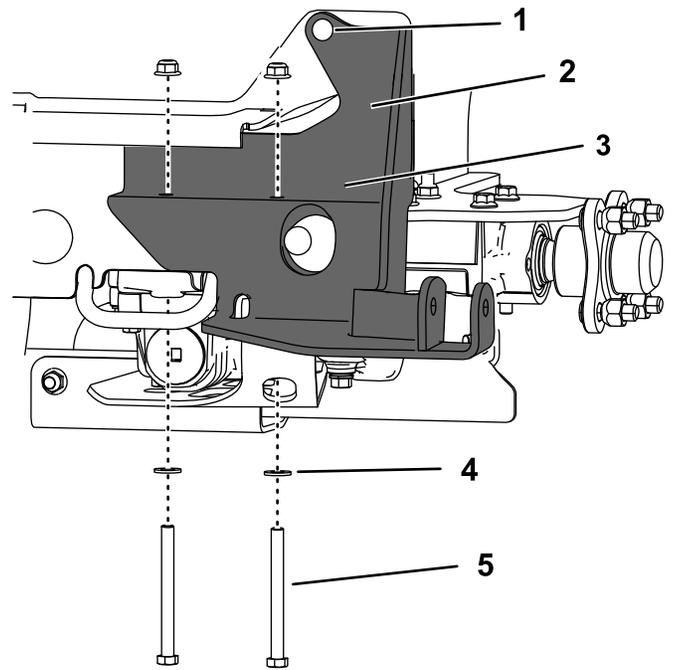

Figure 10
- 6. Fixez le support inférieur à la transmission à l'aide des 2 écrous que vous avez retirés, 2 rondelles plates et 2 boulons ($\frac{3}{8}$ " x 4"), comme montré à la Figure 10.